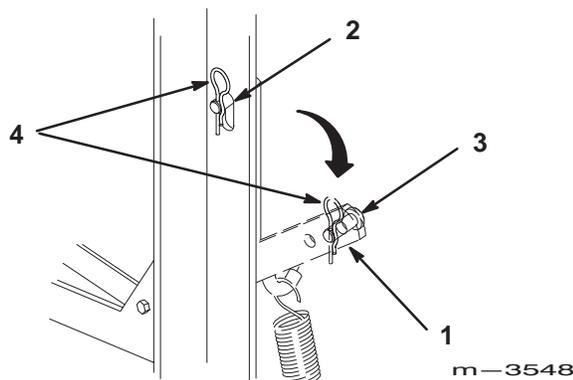

Figure 42
3. Poussez vers le haut sur le bras de tension rappelé par ressort situé à gauche derrière la soufflante, pour délester l'axe de chape (Fig. 42).
4. Enlevez la goupille fendue et l'axe de chape de la fente du bâti porteur pour permettre à la poulie de tension de s'abaisser et de tendre la courroie (Fig. 42).
5. Insérez la goupille fendue et l'axe de chape dans le trou extérieur du bras de tension pour ne pas les perdre (Fig. 42).